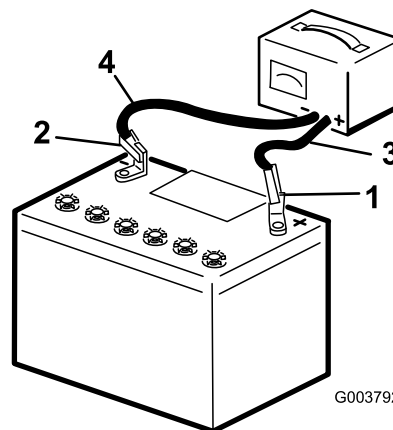

Figure 41
- Chargez la batterie au régime de 3 à 4 ampères durant 4 à 8 heures (Figure 41). Ne chargez pas la batterie excessivement.
- Quand la batterie est chargée au maximum, débranchez le chargeur de la prise, puis débranchez les fils du chargeur des bornes de la batterie (Figure 41).